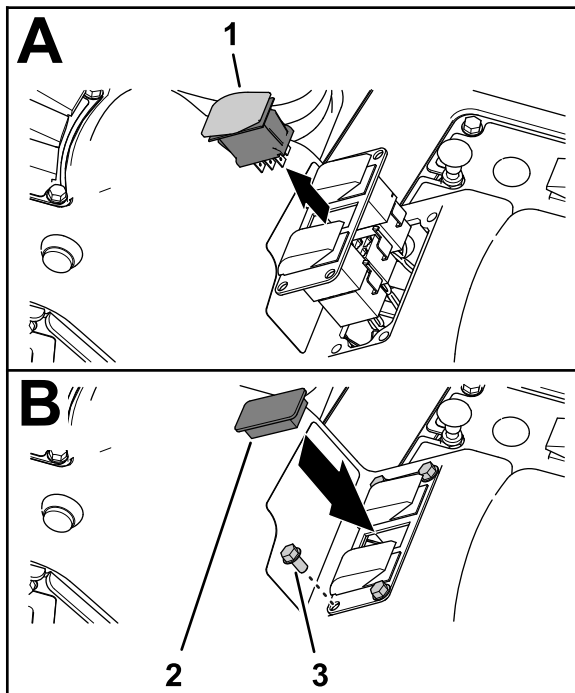

Bild 32
2. Drücken Sie die Verriegelungsnasen des Dosierungssteuerungsschalter zusammen und drücken Sie den Schalter aus der 3-Schalterplatte heraus (Bild 32).
5. Befestigen Sie die 3-Schalterplatte mit den vier Bundbolzen (1/4" x 1/2"), die Sie in Schritt 1 entfernt haben, an der Steuerkonsole (Bild 32).